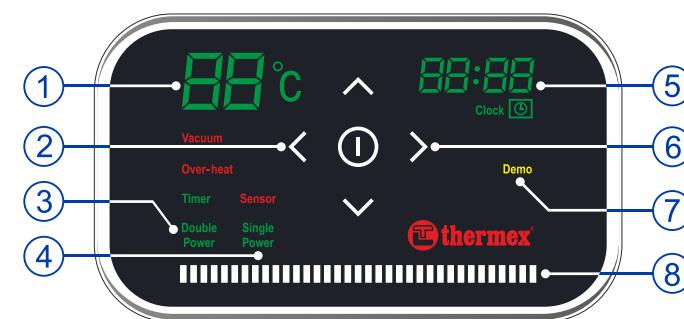

Рисунок 3. Электронная панель управления “Вариант 2”
7.2. Модели с электронным управлением по “Варианту 2” (Рис. 3)
Рисунок 3: 1 – температура, 2 – кнопка “Timer” / Режим таймера, 3 – индикация “Double Power”/Удвоенная мощность, 4 – индикация “Single Power”/Стандартная мощность, 5 – часы, 6 – кнопка “Setting”/ Выбор, 7 – индикация демонстрационного режима, 8 – индикатор нагрева.